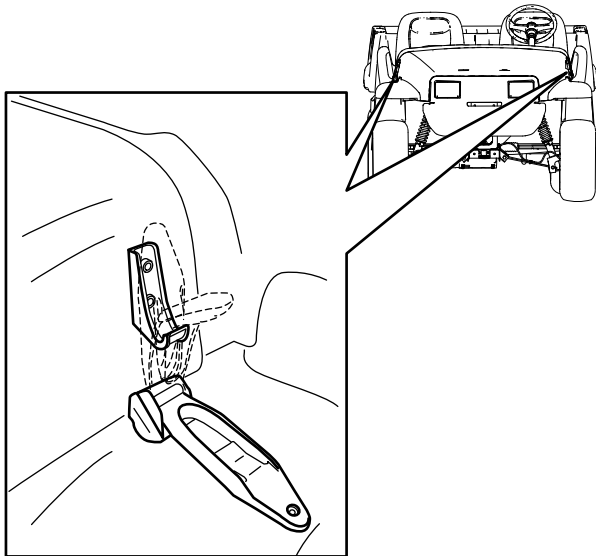

Figure 22
1. Soulevez la poignée des loquets en caoutchouc de chaque côté du capot (Figure 22).
2. Fixez le capot en alignant les loquets en caoutchouc sur les ancrages de verrouillage de chaque côté du capot (Figure 22).